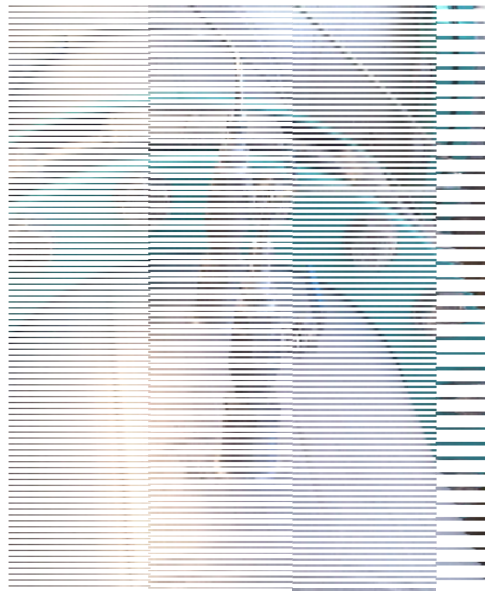

図5 - Ball valve assembly
- ガス排出ラインは要求されたポイントの適切な位置に還流されるべきです。サンプルラインが取り外されればガスが遮断できるようにバルブがアセンブリで内蔵されていることをお勧めします。図 5 - Ball valve assembly のボールバルブのアセンブリの項を参照して下さい。